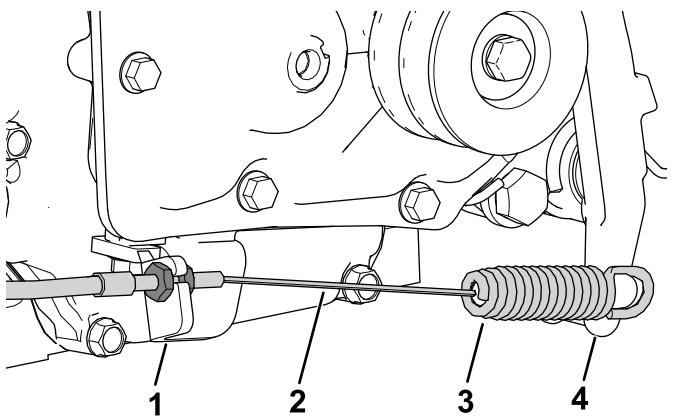

Figura 5
- Instale el cable del embrague en el disco del embrague (Figura 5).
6. Conecte el extremo del muelle del cable del embrague en la palanca del embrague (**Figura 5**).